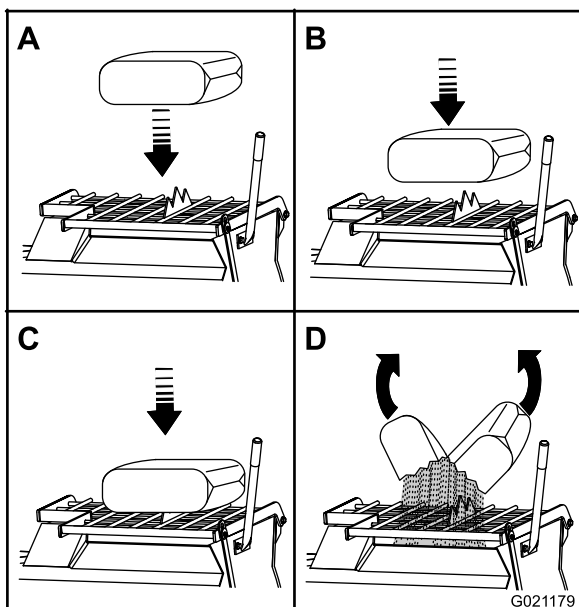

Figure 33
**Remarque:** Vous pouvez ouvrir les sacs de ciment, plâtre et liant en les plaçant sur le vide-sac (Figure 33).